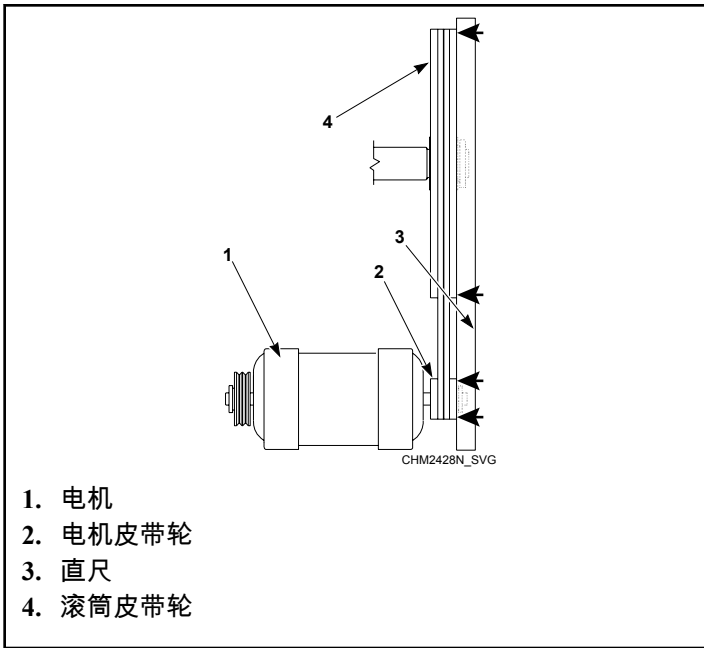

图 46
- 对于由凹槽皮带轮驱动的系统，将直尺置于两个皮带轮的表面，检查是否对齐。直尺应该与皮带轮之间存在四个接触点。参见图 46。合理调节之后，扭转上端弹簧张紧螺母至 20.6±2 英尺磅。